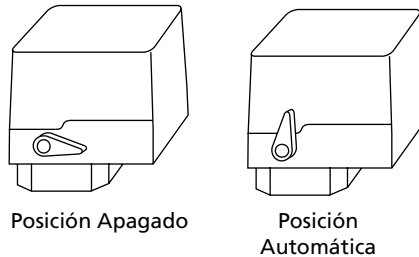

Figura 2
5. Este producto se debe usar con circuitos de 120 voltios y tiene un enchufe similar al de la Figura 2. Cerciórese de conectarlo a un tomacorrientes similar al enchufe.